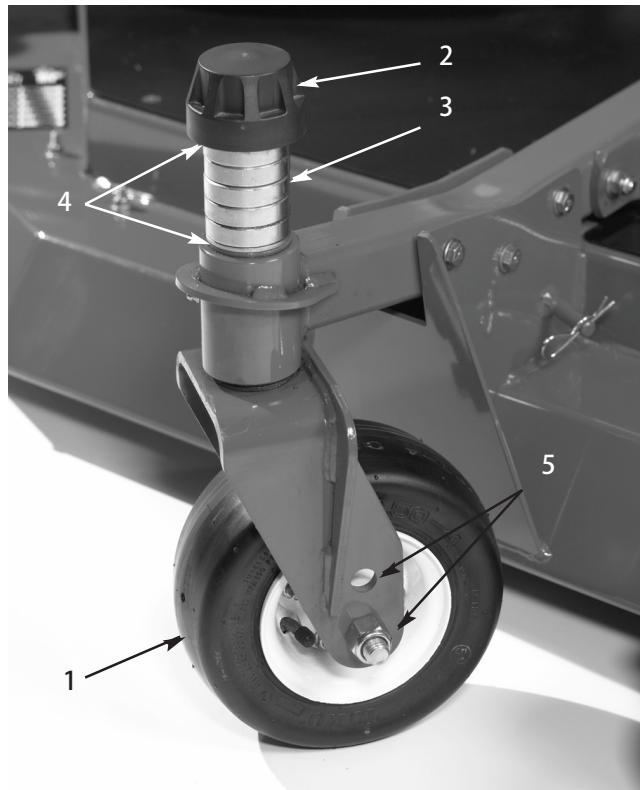

図6
3. スピンドル・シャフトからテンショニング・キャップを取り(図6)、キャスター・アームからスピンドルを抜き出す。シム(3 mm)を2枚スピンドルのシャフトに通す(当初の状態と同じに)。これらのシムは、デッキ全体の左右の水平調整に必要となる。希望する刈高に必要な枚数のスペーサ(13 mm厚)をスピンドル・シャフトに通し、その上からワッシャを取り付ける。